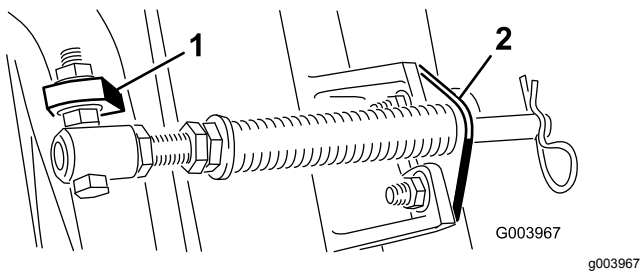

Figura 6
- C. Montate il bullone del tubo della molla sull'aletta opposta, sul telaio portante, e fissatelo con il dado flangiato. La testa del bullone deve essere posta sul lato esterno dell'aletta, come illustrato nella Figura 6.
D. Montate la staffa dell'asta sulle alette degli elementi di taglio usando i bulloni a testa tonda e i dadi (Figura 6).